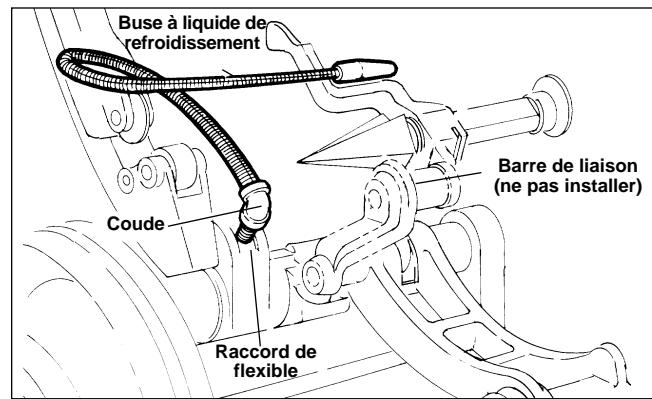

Figure 15 – Bec de lubrification utilisé avec les fileteuses démultipliées à entraînement direct (535 ancien modèle)
4. 535 ancien modèle : Installez le système de lubrification rapporté (*Figure 15*) comprenant raccord de flexible (réf. E-811), coude à 90° (réf. E-812), buse à liquide de refroidissement (réf. E-810) et bouchon pivotant avec joints toriques (réf. 44340).